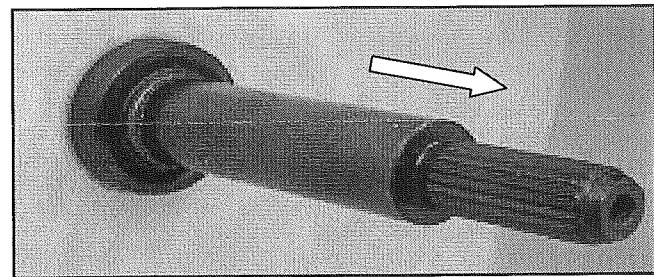

FIGURA 8
12. Incline la lavadora hacia adelante y quite el eje motriz y el sello de la tina. Vea la *Figura 8*.